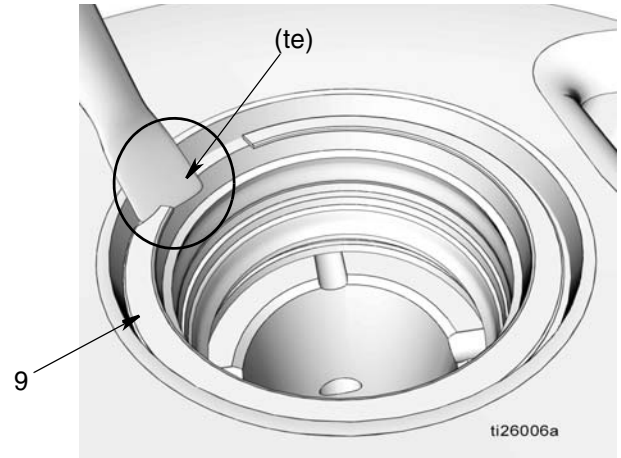
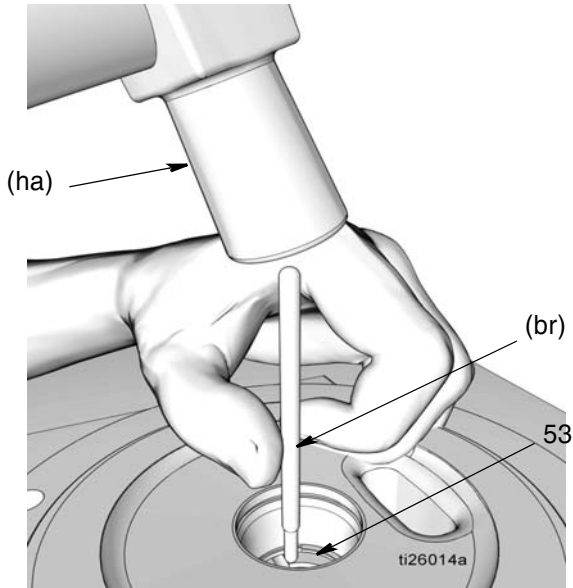

图 26
图 27
- a. 在固定环 (9) 的锥形缘 (te) 下转动小平螺丝刀的刃口，拆下环，如图 26 所示。
- b. 拆下锥形垫片 (10)、密封 (11) 和垫片 (12)。
- c. 在固定环 (9) 的锥形缘 (fe) 下使用小平螺丝刀的刃口，拆下环，如图 26 所示，拆下固定环。
- d. 卸下垫片 (12)、密封 (11) 和垫片 (12)。
- 请勿拆下最后的固定环 (51)。**
- 使用软铜杆 (br) 和锤子轻敲泵元件衬套 (53)，使其从泵底座 (1) 中脱离 (图 27)。